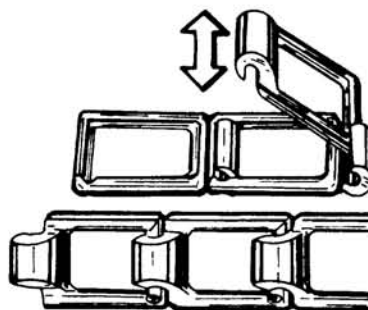

Fig. 4
- b Deslice el eslabón lateralmente hasta sacarlo (fig. 4).